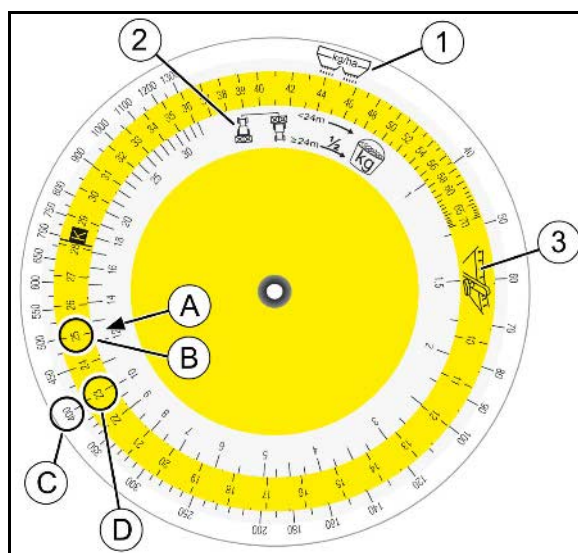

Рис. 58
На шкалі (Рис. 58/2) знайдіть для зібраної кількості [кг] числове значення (A) та поєднайте його з вибраним положенням заслінки (B) на кольоровій шкалі (Рис. 58/3).
3. Знайдіть бажану норму внесення (C) і визначте потрібне положення заслінки (позиція) (D).